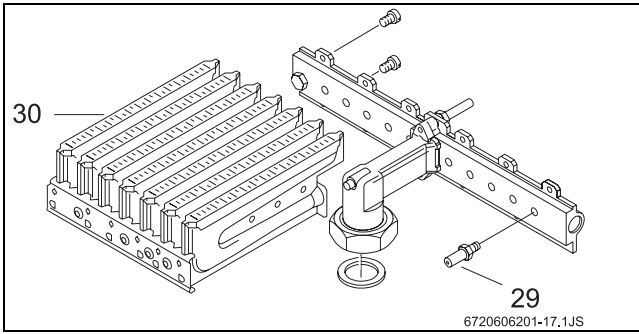

Fig. 16
- Smontare entrambe le rampe degli ugelli (→Fig. 16, pos. 30) e sostituire gli ugelli (→Fig. 16, pos. 29).